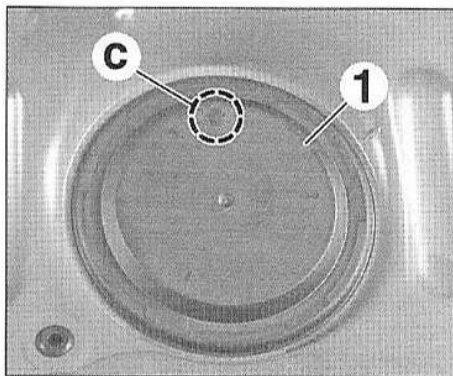

FIG.47
- Reposer la trappe d'accès (1) (Fig.47).